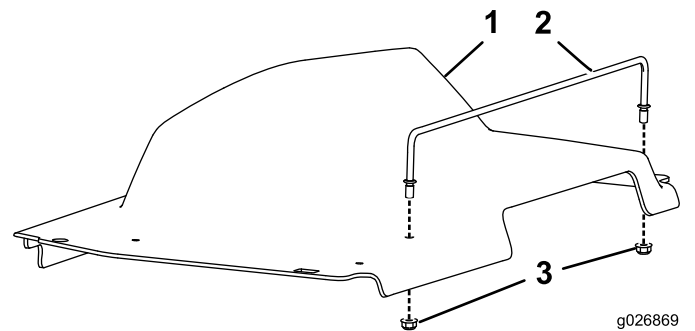

Bild 11
3. Befestigen Sie eine Schutzblechführung an jeder Abdeckung (Bild 11).